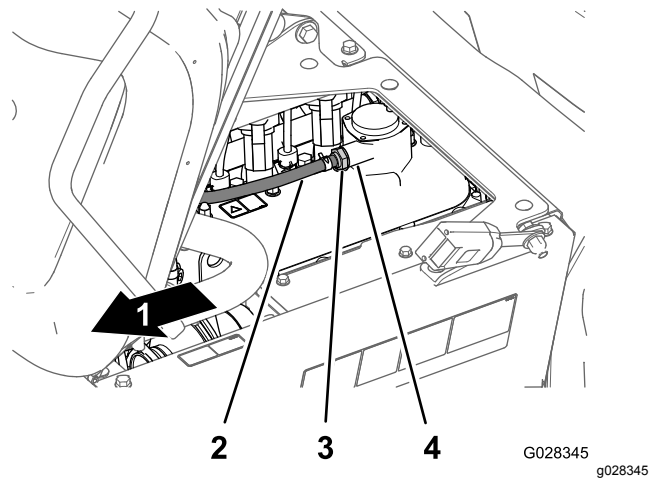

Figure 70
**Remarque:** Si vous entendez le restricteur interne du clapet RGC cliqueter, le clapet est réparable; si vous ne l'entendez pas, remplacez le clapet (Figure 70).
- Insérez le clapet RGC jusqu'à ce qu'il soit complètement engagé dans le joint du raccord du couvre-culasse (Figure 70).
- Déposez le clapet RGC du raccord sur le couvre-culasse (Figure 70).